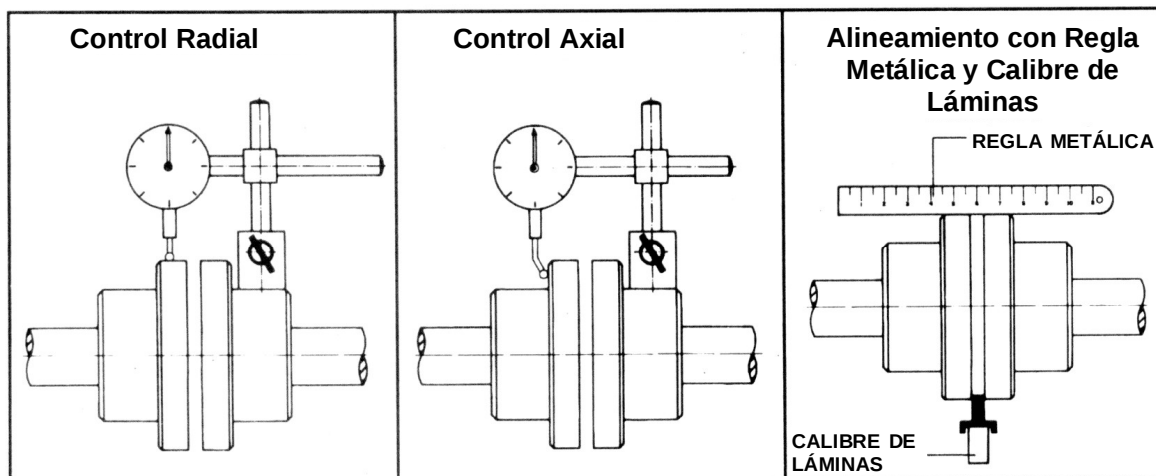

Figura 7
- ✓ Tanto los alineamientos radiales como los axiales, deberán permanecer dentro de la tolerancia de 0,15 mm, obedeciendo la holgura entre los lados de las puntas de los ejes de la Bomba y del Motor de accionamiento, conforme la especificación del fabricante del acoplamiento. Ver figura 7.